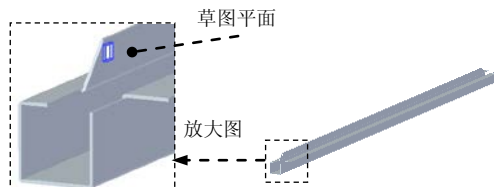

图 8.13.177 法向除料特征 1
Step5. 创建图 8.13.177 所示法向除料特征 1。
(1) 选择命令。在“主页”功能选项卡“钣金”工具栏中单击按钮, 选择法向除料命令。
(2) 定义特征的截面草图。
① 选取草图平面。选取图 8.13.177 所示的模型表面为草图平面。